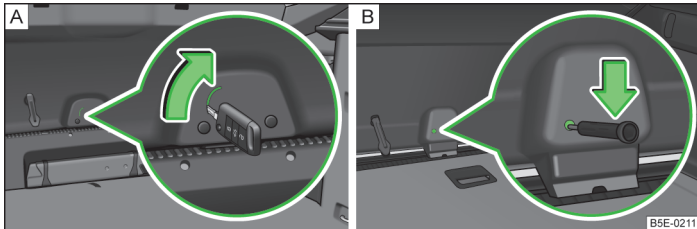

Abb. 203 Notentriegelung: Octavia / Octavia Combi
- › Den Fahrzeugschlüssel in den Schlitz in der Verkleidung bis zum Anschlag einschieben » Abb. 203 - **A**.
- › Einen Schraubendreher oder ein ähnliches Werkzeug in die Öffnung in der Verkleidung bis zum Anschlag einschieben » Abb. 203 - **B**.